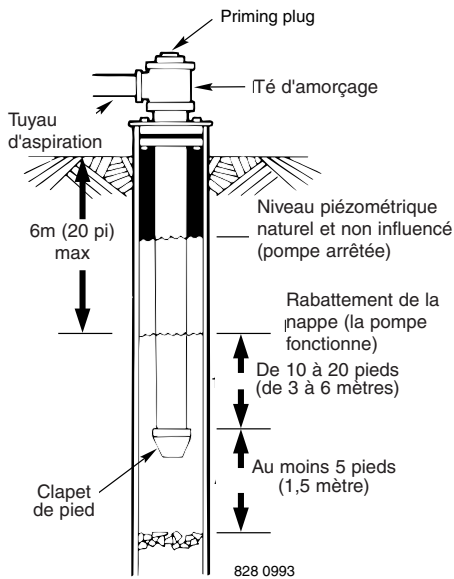
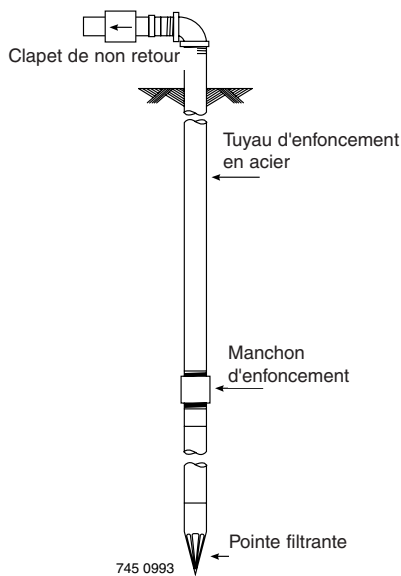

Figure 1 : Installation dans un puits creusé/tubé
Figure 2 : Installation d'une pointe filtrante
1. Brancher le tuyau d'aspiration sur la pointe filtrante, comme il est illustré à la Figure 2. Le tuyau horizontal doit être aussi court que possible. Utiliser du ruban téflon sur les filets mâles des tuyaux. Pour obtenir un débit suffisant, il faudra peut-être utiliser plusieurs pointes filtrantes.
2. Pour faciliter l'amorçage lorsque la pompe est branchée sur plusieurs points filtrantes, poser un clapet de non retour en ligne, comme il est illustré à la Figure 2. S'assurer que la flèche du clapet de non retour indiquant le sens du débit est orientée vers la pompe.
NOTA : Dans le cas de grandes longueurs horizontales de tuyaux, poser un té d'amorçage entre le clapet de non retour et la tête du puits, comme il est illustré à la Figure 1. Dans le cas de pointes filtrantes, poser un clapet de non retour comme il est illustré à la Figure 2. S'assurer que la flèche indiquée sur le clapet de non retour est orientée vers la pompe.